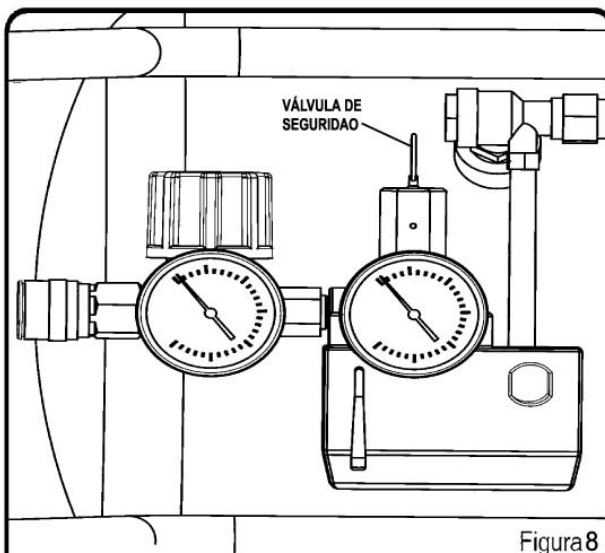

Figura 8
- Inclíne el tanque cuando mostrado en la figura 8 drene la humedad del tanque, recibéndola en un recipiente adecuado.